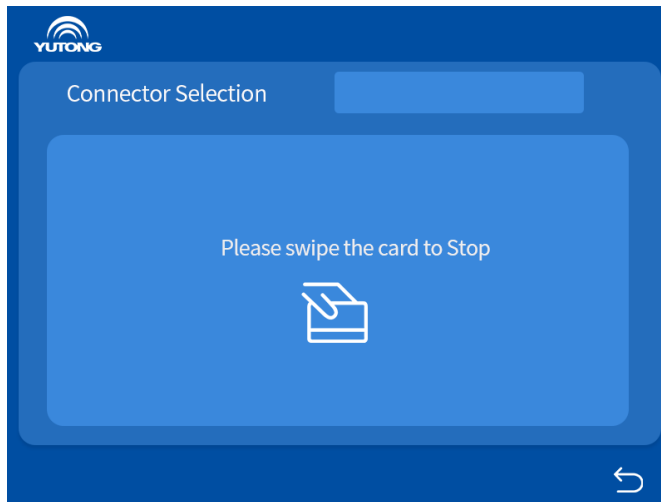

Figura 11 Interfaz de parada de paso de tarjeta
6) Después de completar o detener la carga, el proceso entra en la interfaz de parada de tarjeta, como se muestra en la figura 11. Después de detener la carga pasando la tarjeta, la interfaz vuelve al paso 2), y se completa la carga, por favor, ponga el conector de carga de nuevo en la posición designada. Si la función de paso de la tarjeta está desactivada, omita este paso.